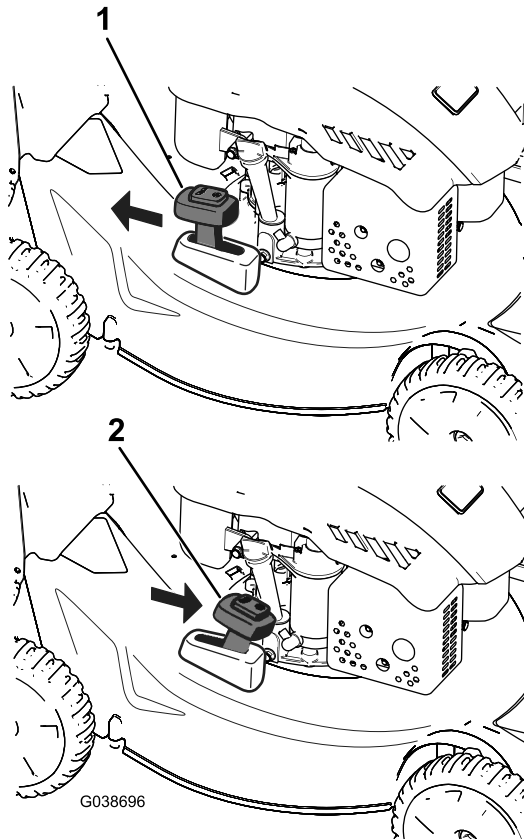

Figure 18
Pour recycler l'herbe coupée, placez le levier de ramassage sur demande en position RECYCLAGE (Figure 18).
2. Montez le bac à herbe ; voir Montage du bac à herbe \(page 13\) et amenez le levier de ramassage sur demande en position de RAMASSAGE, comme montré à la Figure 18.
**Remarque:** Si le bac à herbe est monté sur la machine, enlevez-le avant de procéder à l'éjection arrière de l'herbe coupée ; voir Retrait du bac à herbe \(page 14\). Le levier de ramassage sur demande doit être en position RAMASSAGE comme montré à la Figure 18.